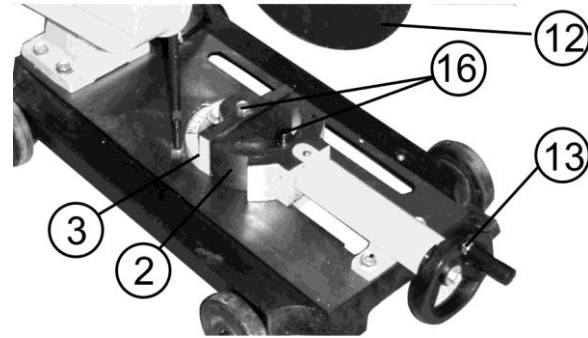

Рис. 4
10.1. Регулировка угла резания, (Рис. 4)